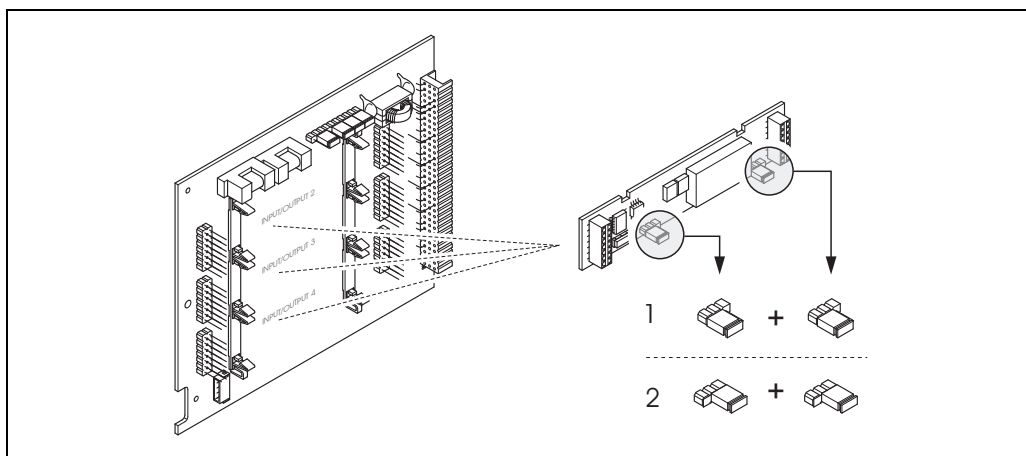

図 29: 選択型入出力基板のジャンパによるリレー出力サブモジュールの設定 (NC/NO)
3. ジャンパを設定します（→ 図 29）。
- 3. ジャンパを設定します (→ 図 29)。
3. ジャンパを設定します (→ 図 29)。